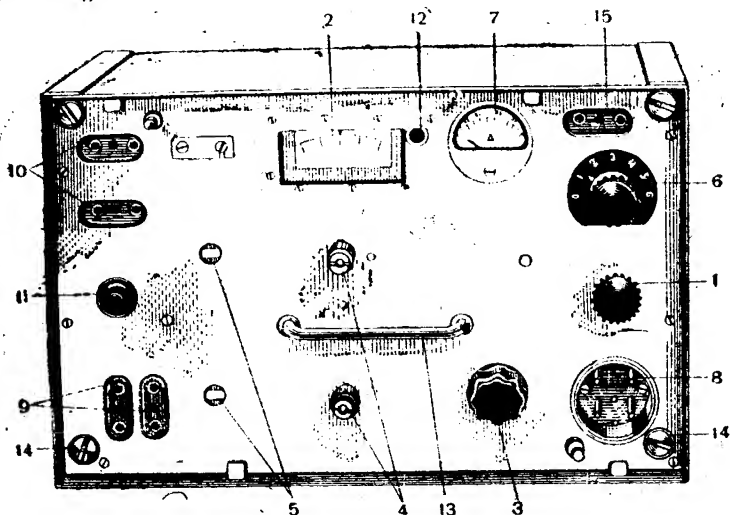
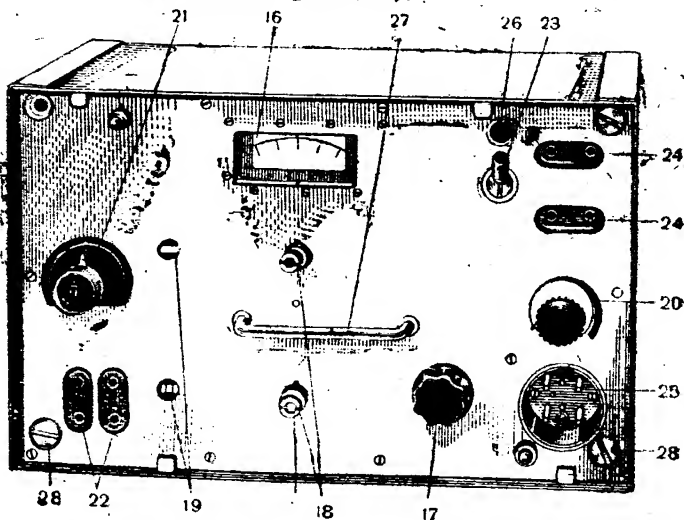

Рис. 32. Передатчик (передняя панель):
Рис. 33. Приёмник (передняя панель):
1. Установить штыревую антенну. Включить вилку проводов антенны и противовеса в штепсельные гнезда 15 (рис. 32) «ANT» и «G» на панели передатчика.
1. Рукоятку 1 (рис. 32) включения поставить в положение «EMPFANG» (приём). Рукоятку 20 (рис. 33) включения повернуть по часовой стрелке доотказа (положение наибольшей громкости).
1. Рукояткой 3 (рис. 33) настройки установить нужную частоту.